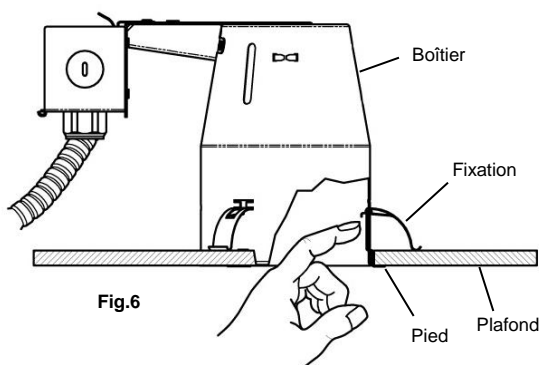

Fig. 6
3. Continuez à pousser les fixations à travers, jusqu'à ce qu'ils s'enclenchent. Le « pied » de chaque fixation s'agrippera au bord du trou, empêchant ainsi le boîtier de s'enfoncer plus loin (Fig. 6).